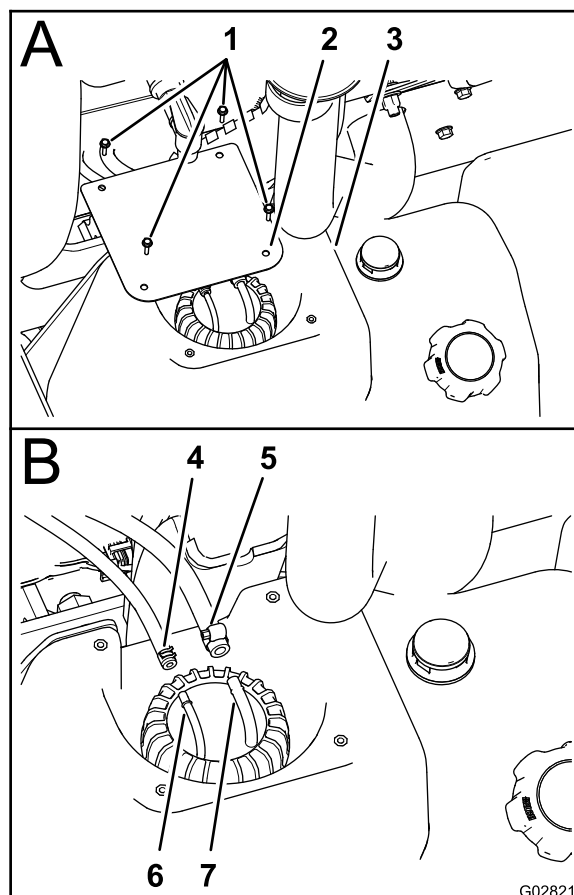

Рисунок 57
2. Выверните 4 винта (№ 10 x 3/4 дюйма), которые крепят крышку к верхней части топливного бака, и снимите крышку (Рисунок 57).
3. Ослабьте хомуты крепления двух топливных шлангов к двум штуцерам шлангов в верхней части узла вертикальной трубы (Рисунок 57).
4. Отсоедините два шланга от шланговых штуцеров и дайте топливу из шлангов стечь в утвержденную к применению топливную емкость (Рисунок 57).
4. Подсоедините топливный шланг диам. 1/4 дюйма (6,4 мм) к штуцеру 1/4 дюйма (6,4 мм) и закрепите с помощью хомута (Рисунок 57).
5. Подсоедините топливный шланг диам. 5/16 дюйма (8 мм) к штуцеру 5/16 дюйма (8 мм) и закрепите с помощью хомута (Рисунок 57).